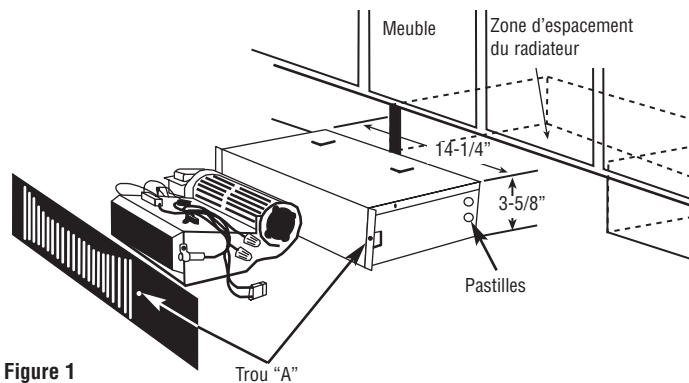

Figure 1
1. Découpez une ouverture de 14-1/4" x 3-5/8" (361,9 x 92,1 mm) à l'endroit voulu comme montré en Fig. 1. Maintenez la zone au sein du périmètre d'écartement exempté d'obstructions.
3. Déterminez quelle pastille sur l'enceinte sera utilisée pour le câblage sur site et enfoncez-la (Voyez la Figure 1). Installez un passe-fil sur le trou (fourniture locale).
7. En utilisant les trous dans les brides de l'enceinte comme gabarit, fixez à la fois la grille frontale et le radiateur en perçant deux trous de diamètre 3/32" (2,3 mm) dans la planche du meuble, et en plaçant deux vis N° 6 de 3/4" (19 mm) au travers du trou "A" (Voyez la Figure 1).